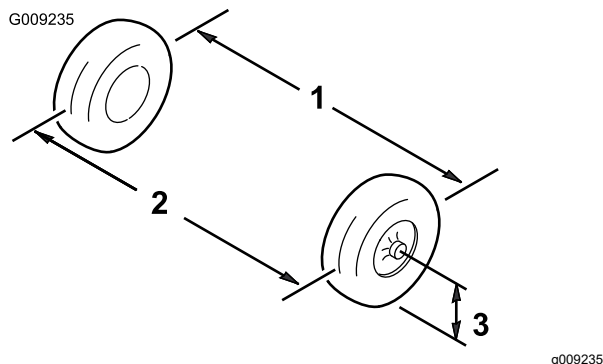

図 47
1. 前輪の前と後ろで、左右のタイヤの中央線間距離を測る計測はアクスルの高さで行う(図 47)。